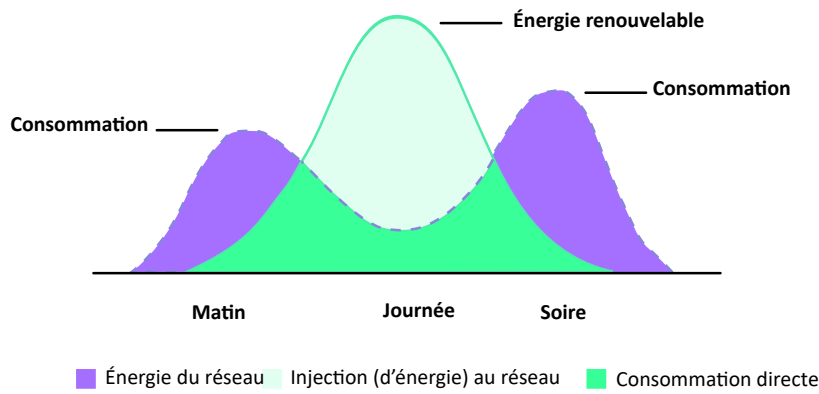

Fig. 1 Profil théorique typique de la production photovoltaïque et de la consommation du réseau
Une voiture électrique qui ne fait que charger est un consommateur. Mais une voiture qui peut également se décharger devient un transporteur d'énergie flexible. C'est le principe de la recharge bidirectionnelle: l'énergie peut aller dans les deux sens. En période de production solaire ou éolienne abondante, un véhicule électrique peut être chargé, en utilisant l'énergie qui serait autrement renvoyée au réseau (Fig. 1: vert clair). Lorsque le véhicule est présent (et donc connecté) et contrôlé par un système de gestion de l'énergie (Energy Management System - EMS), les avantages sont les suivants:
- optimisation de l'autosuffisance: utilisez l'énergie stockée de votre VE pour votre maison, afin d'éviter les prélèvements sur le réseau (Fig. 1: violet)